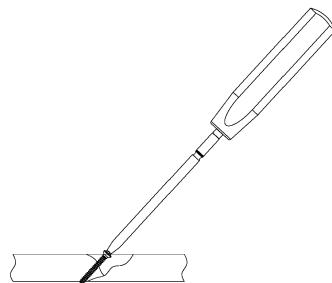

図 4
- 4) ヘクスロープ 10 ドライバーにて、選択した長さの 2.7 コーティカルスクリューを挿入します。（図 4）